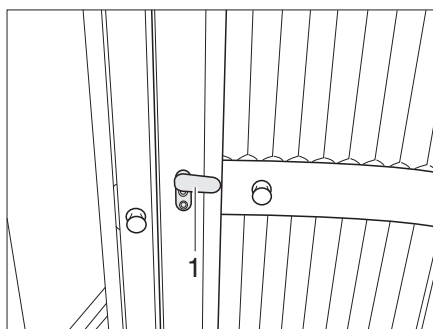

Fig. 226 Toilettes Vario, porte des toilettes
- Placer le verrou (Fig. 226,1) de la porte des toilettes en position verticale et rabattre la partie interne de la porte cellule des toilettes.
- Tourner la partie intérieure vers la porte des toilettes et placer le verrou (Fig. 226,1) en position horizontale pour le verrouiller.